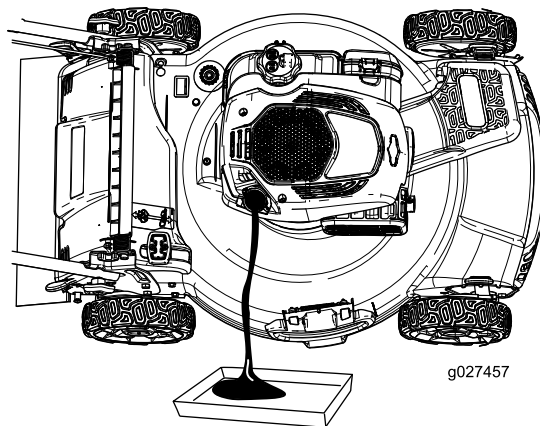

Figura 23
4. Incline o cortador para o lado (de forma a que o filtro de ar fique voltado para cima) para drenar o óleo utilizado para fora do tubo de enchimento do óleo (Figura 23).